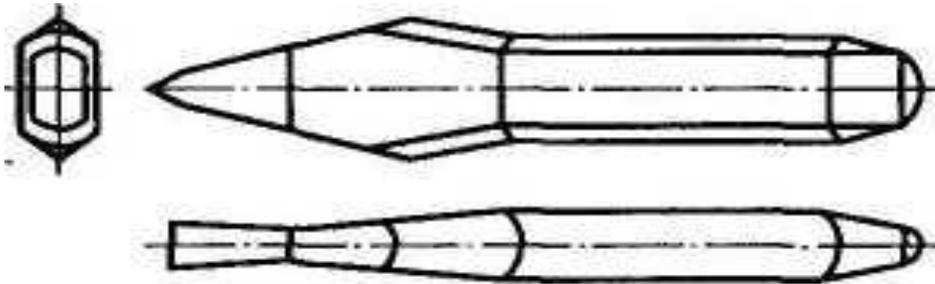

Рис. 2.2. Крейцмейсель
- **Крейцмейсель** (рис. 2.2) отличается от зубила более узкой режущей кромкой. Крейцмейсель применяют для вырубания канавок, прорубания шпоночных пазов и тому подобных работ.